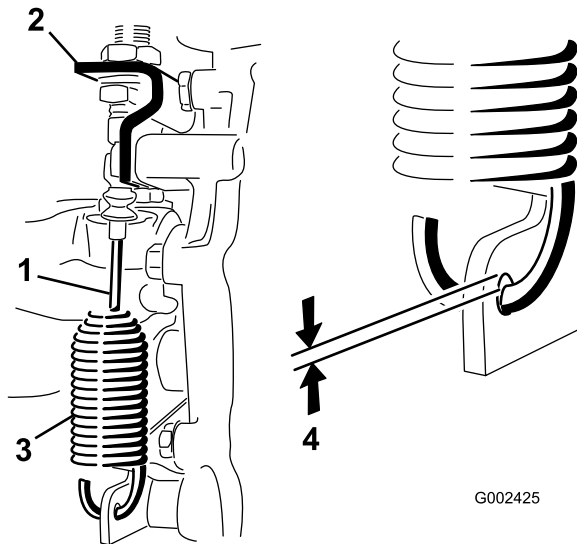

Figura 56
2. Allentate i controdadi che fissano il cavo di bloccaggio del differenziale alla staffa sul transaxle (Figura 56).